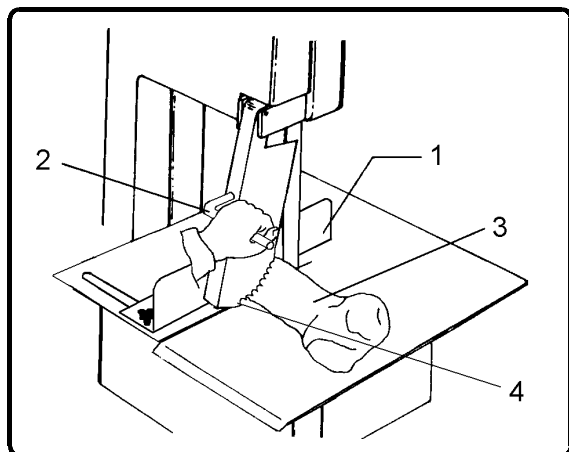

Fig. 6.3.1
6.3 Uso del segaossa (Fig. 6.3.1)